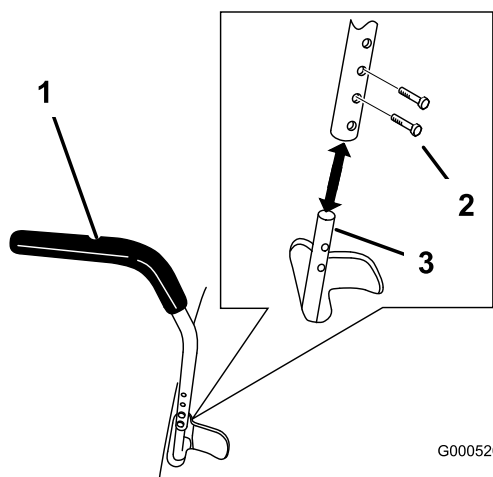

Figura 14
1. Togliete i due bulloni che fissano la leva di comando all'albero del braccio di controllo (Figura 14).
2. Spostate la leva di comando nella serie di fori successiva. Fissate la leva con i due bulloni (Figura 14)